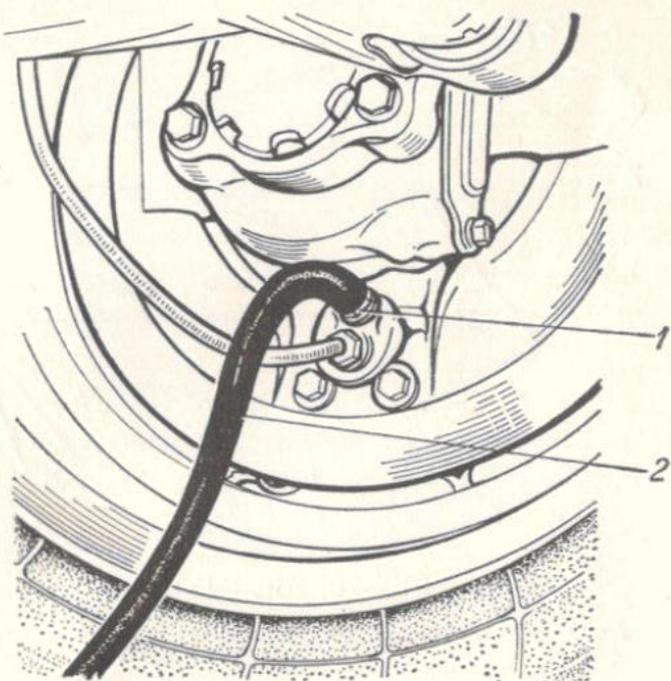

Bild 69. Entlüften der Bremsanlage:
2. Entlüftungsventile 1 (Bild 69) der Vorderradbremmen sorgfältig von Schmutz und Staub säubern.